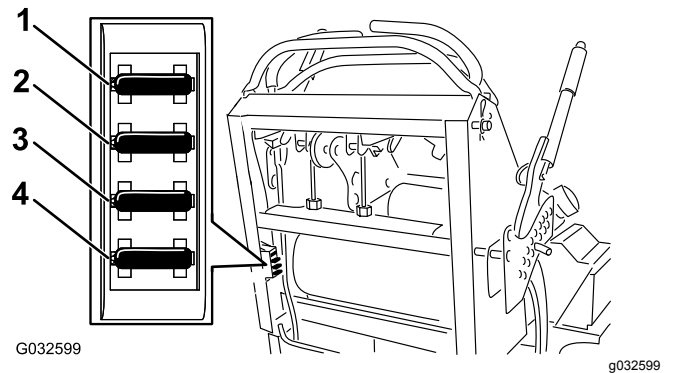

Figura 53
4. Extraiga el fusible y sustitúyalo (Figura 53).